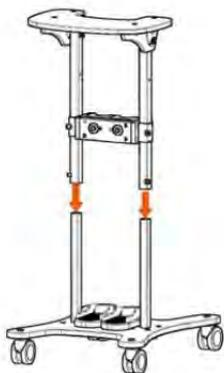

FIG. 12
PASO 4: Instale los pies en la plataforma de acuerdo con el siguiente diagrama - fig.12.